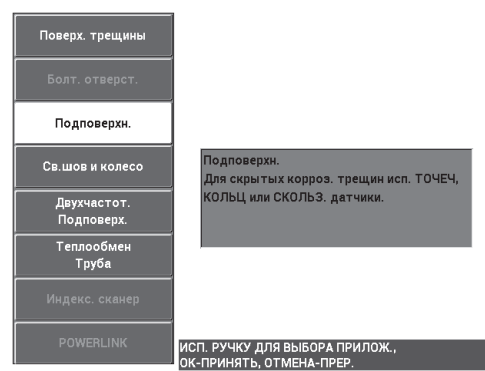

Рис. 5-23 Выявление подповерхностных трещин
2. Нажмите клавишу меню ADV SETUP (), затем выберите **ВЫБОР ПРИЛОЖ.** (клавиша A), чтобы открыть меню выбора приложений. С помощью ручки выберите **Подповерхн.** и нажмите  для подтверждения (см. Рис. 5-23 на стр. 143).